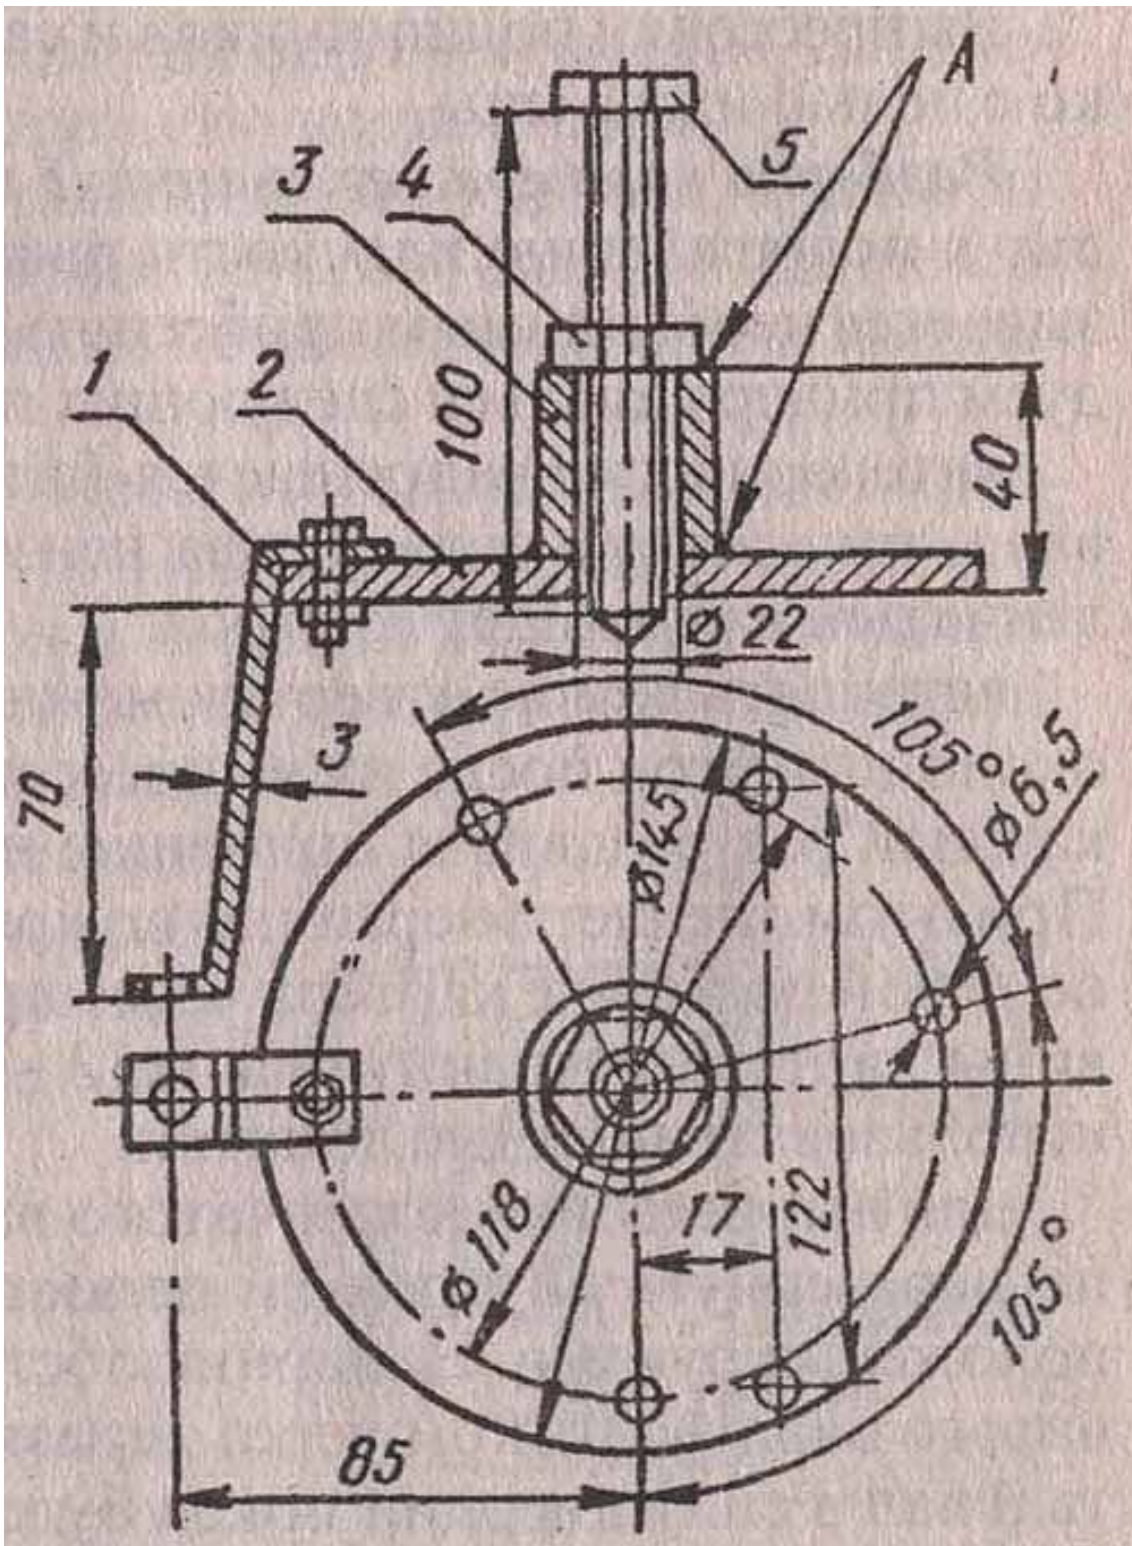

Рис. 2.16. Съемник коленчатого вала двигателей ММВЗ: 1 - скоба; 2 - пластина; 3 - трубка; 4 - гайка; 5 - болт; А - сварка
4. Установить (без скобы) съемник (рис. 2.16) на место крепления статора генератора и закрепить его тремя болтами. Ввертывая центральный болт съемника, упирающийся в цапфу, и обстукивая место разъема половин деревянным молотком, отделить правую половину картера. При этом необходимо следить, чтобы прокладка отделялась вместе с одной из половин, для чего действуют лезвием ножа, отвертки или бритвы.
5. Выпрессовать коленчатый вал из левой половины картера. Для этого необходимо воспользоваться тем же съемником (рис. 2.16), закрепив его в двух точках к отверстиям крепления левой крышки, а в третьей точке с помощью скобы к отверстию крепления половин картера.